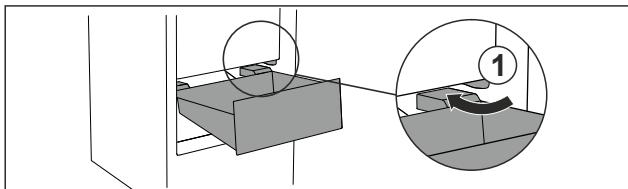

Fig. 72
- Обойдите стопор Fig. 72 (1) выдвижного ящика под наклоном.